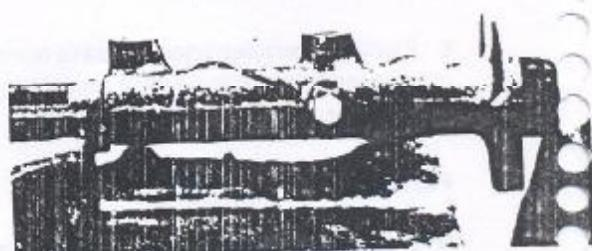

Figura 6.11.2 - Parafuso limitador do êmbolo secundário
5. Remover o parafuso limitador do conjunto do êmbolo secundário do cilindro mestre (Figura 6.11.2).
3. Comprimir o conjunto do êmbolo secundário no interior do cilindro e instalar o parafuso limitador do conjunto (Figura 6.11.2).